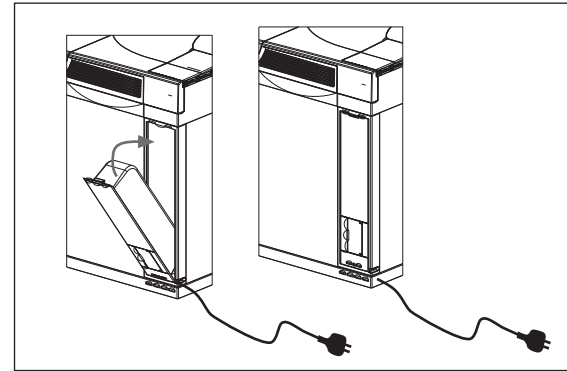

Abb. 25: Einsetzen der Schaltzentrale
9. Halten Sie die Schaltzentrale mit dem Kabel nach unten. Führen Sie das Netzkabel der Schaltzentrale in den Kabelauslass unten in der Aquarienrückwand. Setzen Sie die Schaltzentrale in das Schaltzentralengehäuse. Benutzen Sie die Lippe am Boden, um die Box in die richtige Position zu bringen (Abb. 25) und drücken Sie, bis die Schaltzentrale oben in ihren Verschluss einrastet.